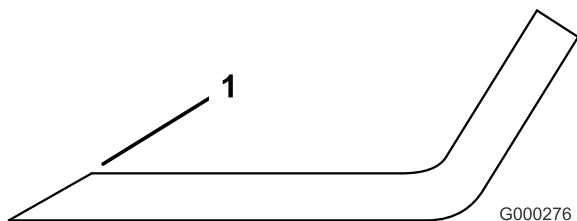

Figura 67
- Utilice una lima para afilar el filo de corte en ambos extremos de la cuchilla (Figura 67). Mantenga el ángulo original. La cuchilla permanece equilibrada si se retira la misma cantidad de material de ambos bordes de corte.